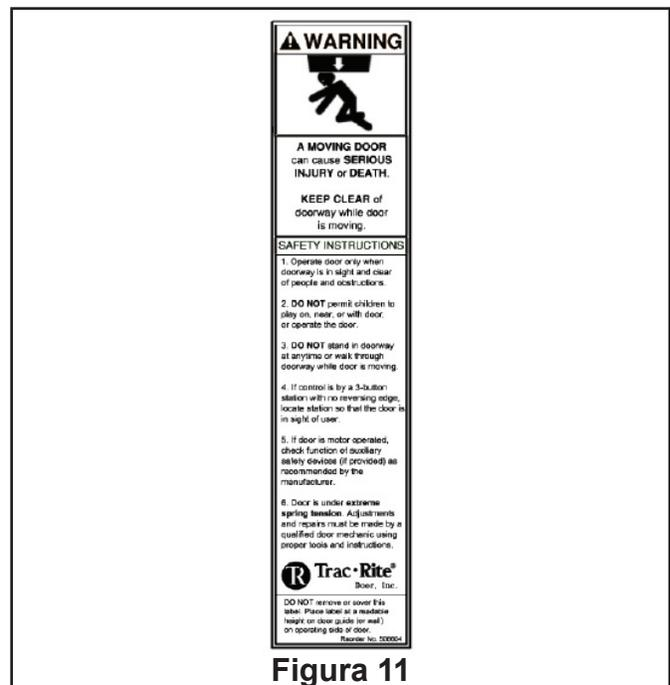

Figura 11
**8.3** Coloque la etiqueta de advertencia de la guía (véase la Figura 11) en la pared junto a la guía a la altura de la vista. Si se va a colocar sobre una superficie que no está acabada, como mampostería o madera descubierta, coloque la etiqueta en una superficie que no sea porosa y use sujetadores mecánicos para adjuntarla a la pared.